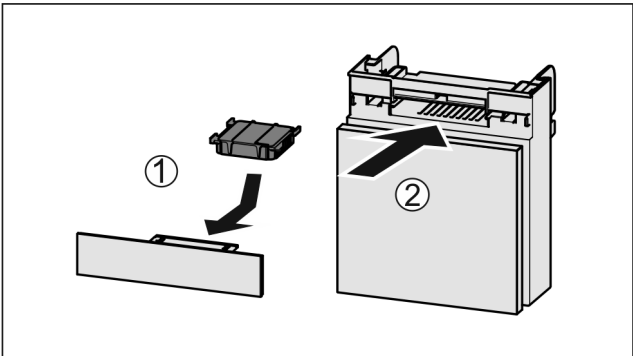

Fig. 121
- ▶ 按图装入 Fig. 121 (1)活性炭过滤器。
- ▶ 推入 Fig. 121 (2)抽屉。